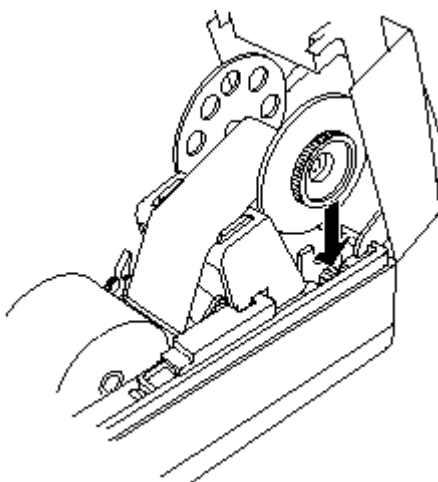

Рисунок 15 - Встановлення катушки контрольної стрічки
- встановіть катушку на місце (рисунок 15);